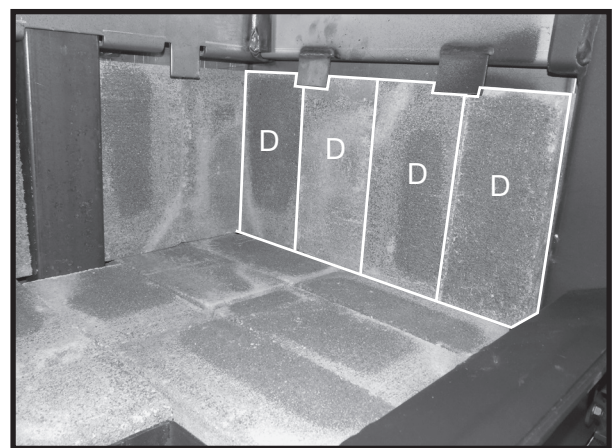

Figure 13: Placement de la brique de la paroi latérale.
- Placez 4 briques «D» le long d'une des parois latérales en les glissant sous les pattes latérales du rail en brique (Figure 13). éliminer les espaces entre les briques en les déplaçant vers le mur du fond.